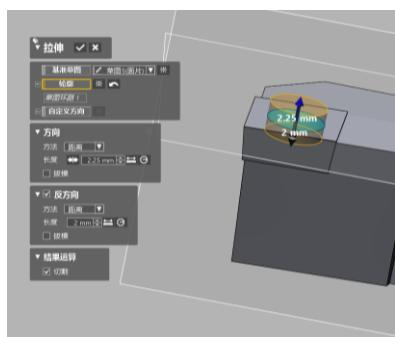
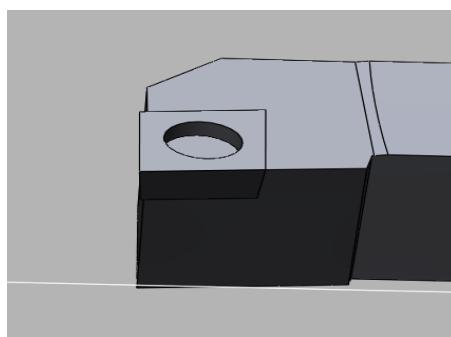

图 4.77 拉伸对话框
图 4.78 拉伸切割后
19) 点击菜单栏模型 (创建实体下) 拉伸图标 , 弹出拉伸对话框, 轮廓选择草图 4, 方向长度 2.25mm, 反方向 2mm, 结果运算: 切割, 如图 4.77 所示, 点击确定完成, 效果如图 4.78 所示。